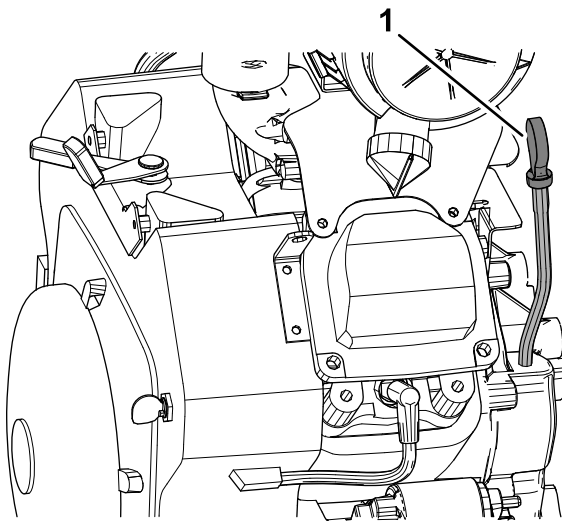
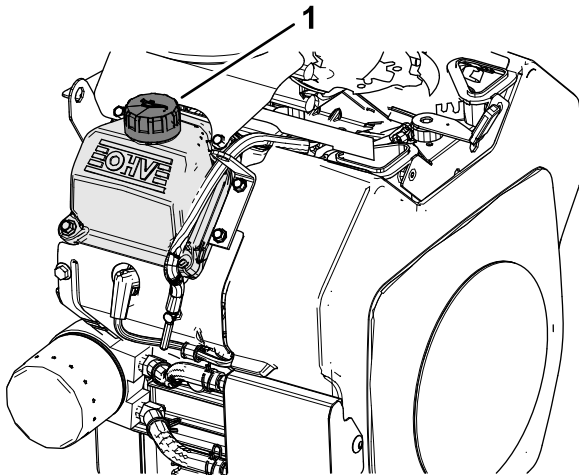

Figura 28
Figura 29
- Pulite l'area attorno all'asta di livello e il tappo di rifornimento dell'olio del coperchio della valvola (Figura 28 e Figura 29).
3. Estraiete l'asta di livello e pulitene l'estremità (Figura 28).